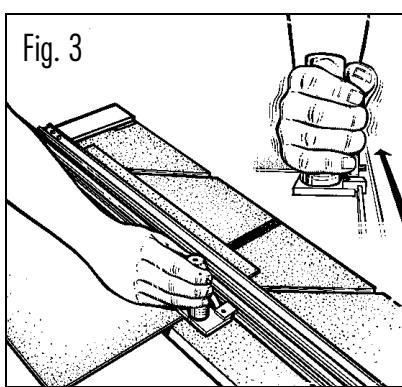

Fig. 3
- 3 Plaats mat. Kleurzijde naar beneden onder geleiderail en tegen mat. geleider (Fig. 3).